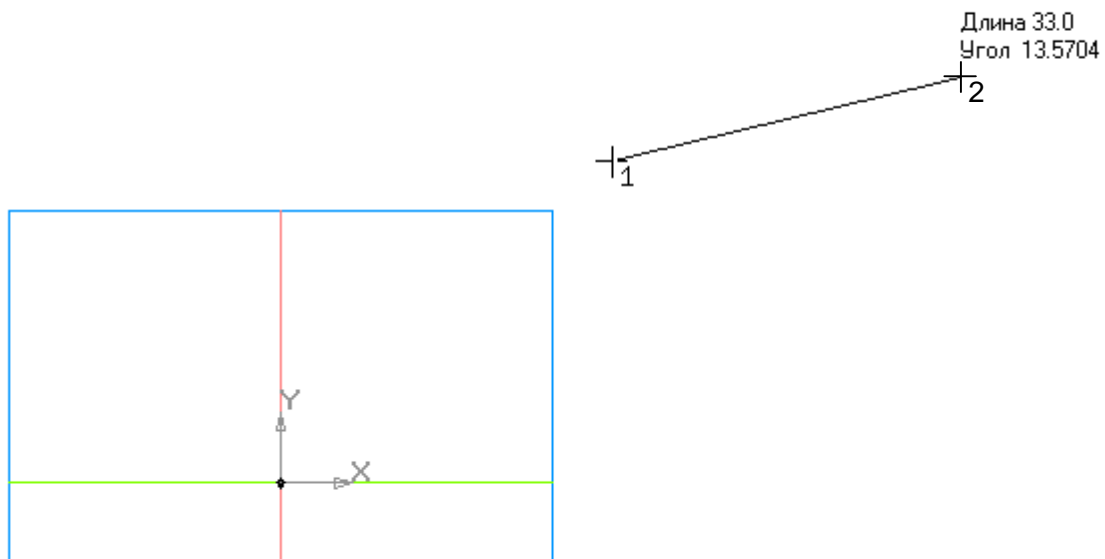
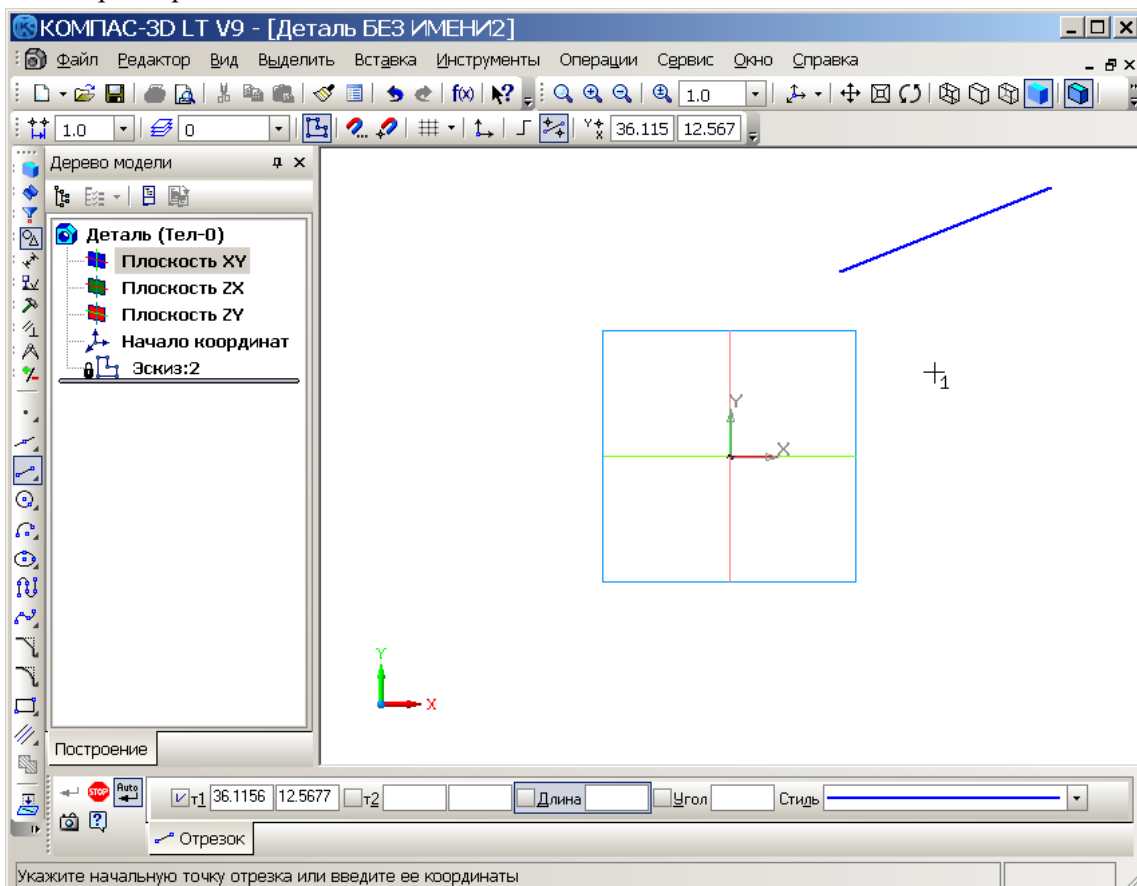

Рис. 2.9. Вид фантома создаваемого отрезка.
Рис. 2.10. Окно системы в режиме создания эскиза Отрезок во Фронтальной плоскости.
1.12. Поместите курсор в точку 2 примерно так, как показано на рис. 2.9. Нажмите левую кнопку. Отрезок построен: рис. 2.10.